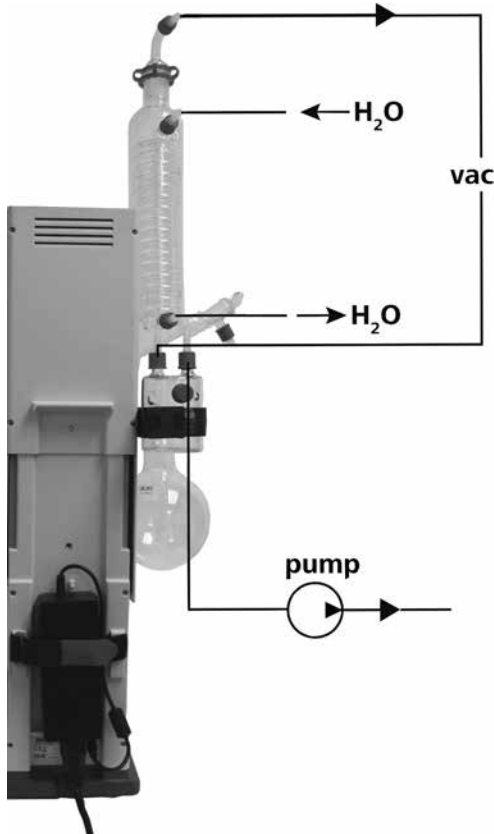

Fig. 20
- Подсоедините водяные шланги (**H2O**) к конденсатору по принципу противотока. (Fig. 20)